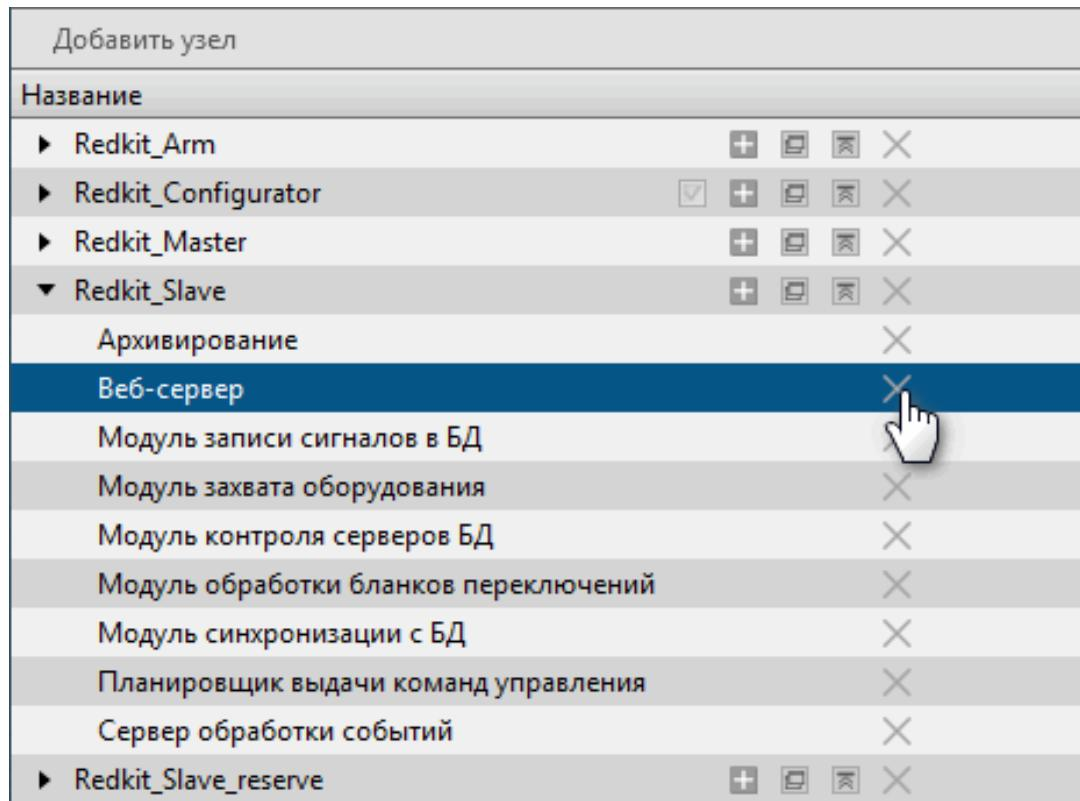

Рисунок 267 - Удаление модуля
- Нажмите на кнопку (Рисунок 267).